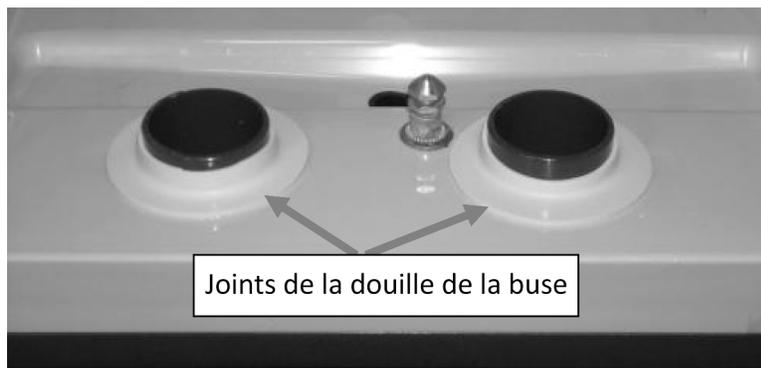

Figure 25. Joints de la buse - installation correcte
1. Retirez le joint de la buse en caoutchouc naturel (voir Figure 25) et inspectez-le ainsi que le RTV en silicone. S'il est fissuré, nettoyez le RTV et appliquez-le à nouveau en utilisant le kit N/P 729011013 selon les instructions fournies avec le kit.